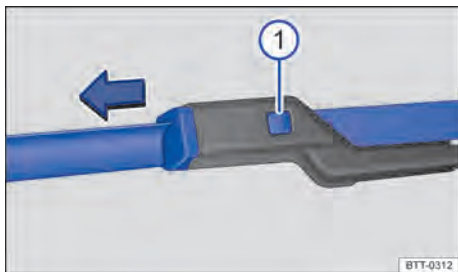

Fig. 102 Substituir as palhetas dos limpadores do para-brisa.
- Manter o botão de destravamento → Fig. 102 pressionado e, ao mesmo tempo, puxar a palheta dos limpadores do para-brisa para fora, no sentido da seta.